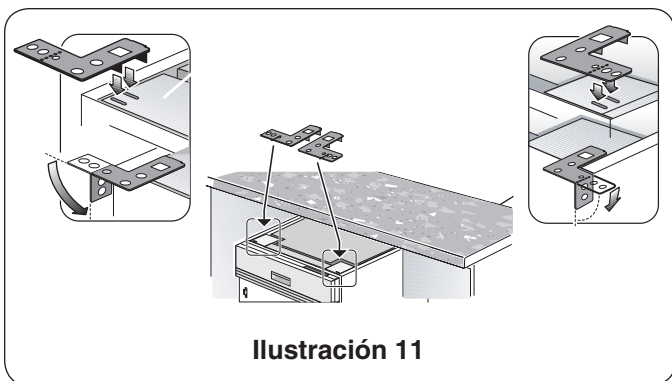

Ilustración 11
- 2 El Montaje Lateral** se utiliza para las superficies de contador hechas de mármol, granito u otro material muy duro que no se perfora fácilmente. Doble los soportes de montaje en línea con los hoyos pequeños y en la misma dirección como las dos lengüetas pequeñas. Acomode los soportes de montaje tal como indica en la Ilustración 11 y sitúe las dos lengüetas pequeñas encima de los soportes de montaje sobre las dos ranuras en los rincones delanteros de la lavadora. Oprima firmemente hacia abajo los soportes de montaje para poder introducir las lengüetas en las ranuras.